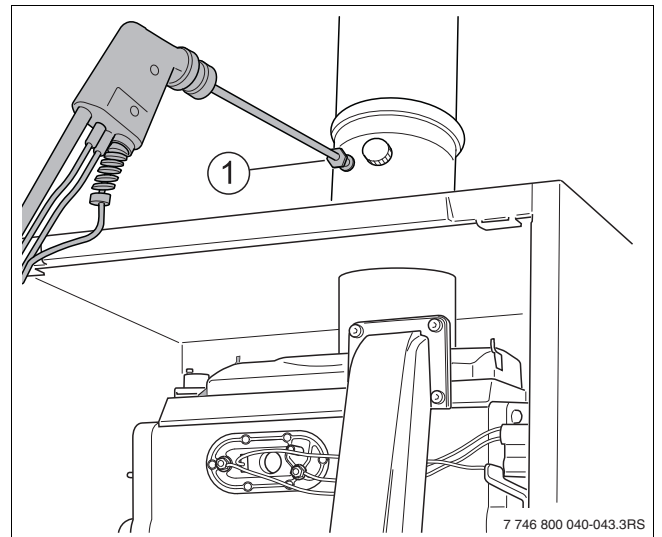

Fig. 60 Ponto de medição para gases queimados
- ▶ Medir o teor de monóxido de carbono no ponto de medição para gases queimados (→ fig. 60, [1]).